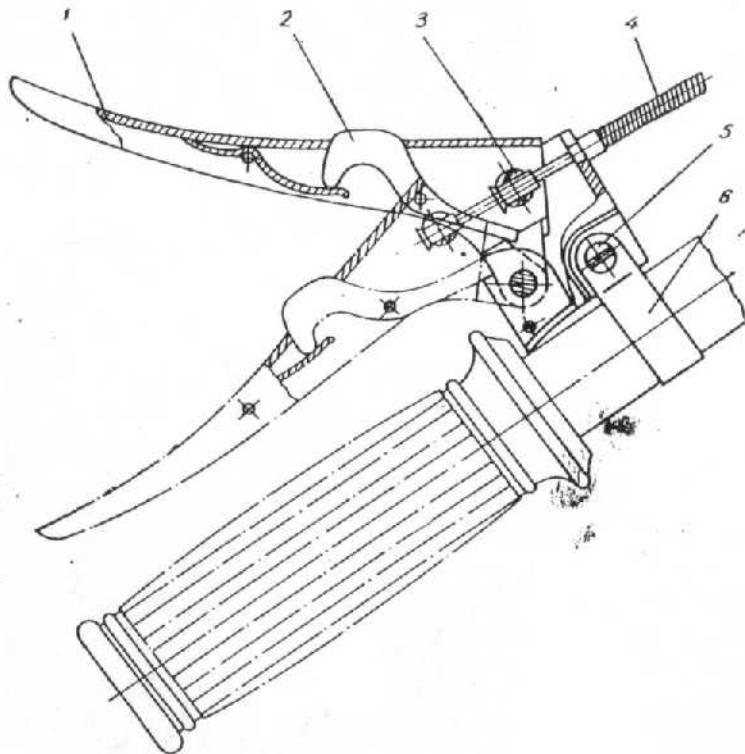

Рис. 5. Управление сцеплением:
**Управление сцеплением (рис. 5).** Механизм управления сцеплением состоит из рычага 1 с защелкой 2, шарнира 3 и троса 4 с оболочкой.